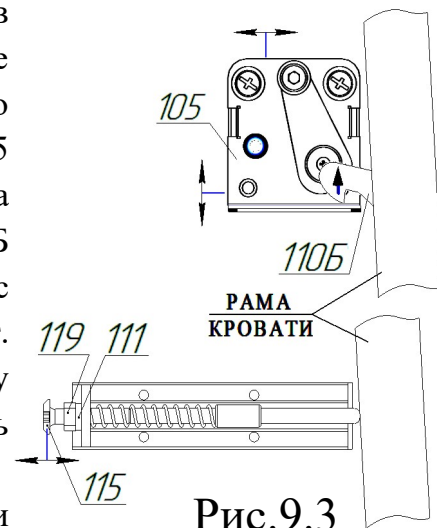

Рис.9.3
18. Отрегулировать толкатель поз.56, установленный в пункте 5. Для этого опустить раму кровати в приоткрытое положение. Надавить на раму в области установленного механизма фиксации поз.105. Вворачиванием винта М8х35 поз.115 установить начало примагничивания маятника механизма фиксации поз.105 к собачке поз.110Б (см.рис.9.3). Собачка при этом должна выйти из зацепления с механизмом. Вывернуть винт М8х35 поз.115 на один оборот. Придерживая от вращения винт поз.115, затянуть гайку поз.119 до упора так, чтобы шайба поз.111 оказалась прижата к корпусу толкателя поз.103.